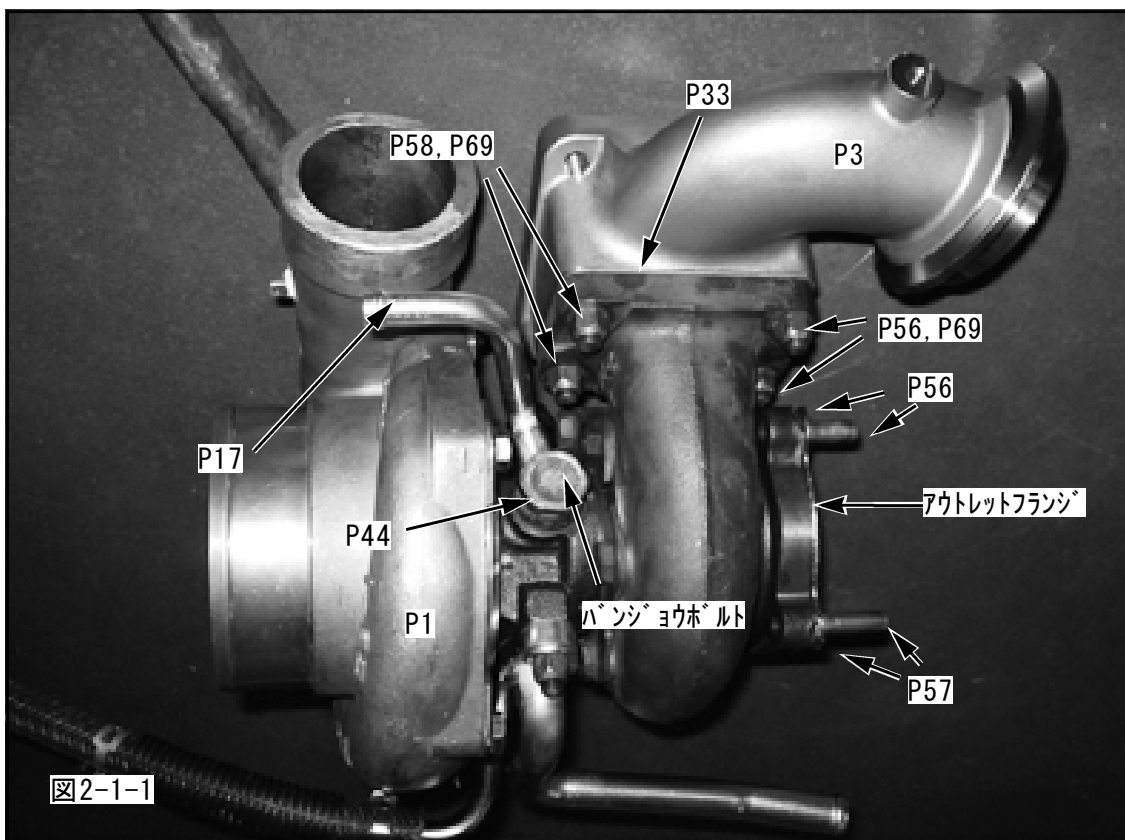

図2-1-1
- (1) スタッドボルトM8 7-10-14, スタッドボルトM8 7-10-20をターボチャージャアウトレットフランジに取付けてください。(図2-1-1)
- (2) スタッドボルトM8 7-10-14をターボチャージャアダプタに取付けてください。(図2-1-1)
- (3) ターボチャージャAssyをターボチャージャアダプタに取付けてください。(図2-1-1)
- (図2-1-1)
- (4) ターボチャージャウオータフィードパイプをターボチャージャAssyに取付けてください。(図2-1-1)